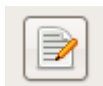

図 1
- ① ウィンドウ上部のメニューから「ファイル」→「解析フォルダ設定」を選択する。
- ② 画面左上のアイコン (図 1) をクリックする。